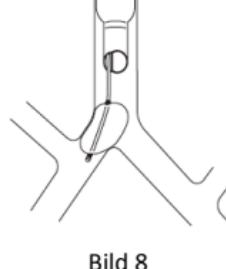

Bild 8
- 1) & 2) Ovan kan härföras till faktum att blockeringskuffen har förflyttats in i lumen på trakea (bråck), smalnar av den (Bild 8).
- Om ett sådant bråck som beskrivs i Bild 8 inträffar kan syrebrist avhjälpas genom att helt enkelt tömma luften i kuffen.